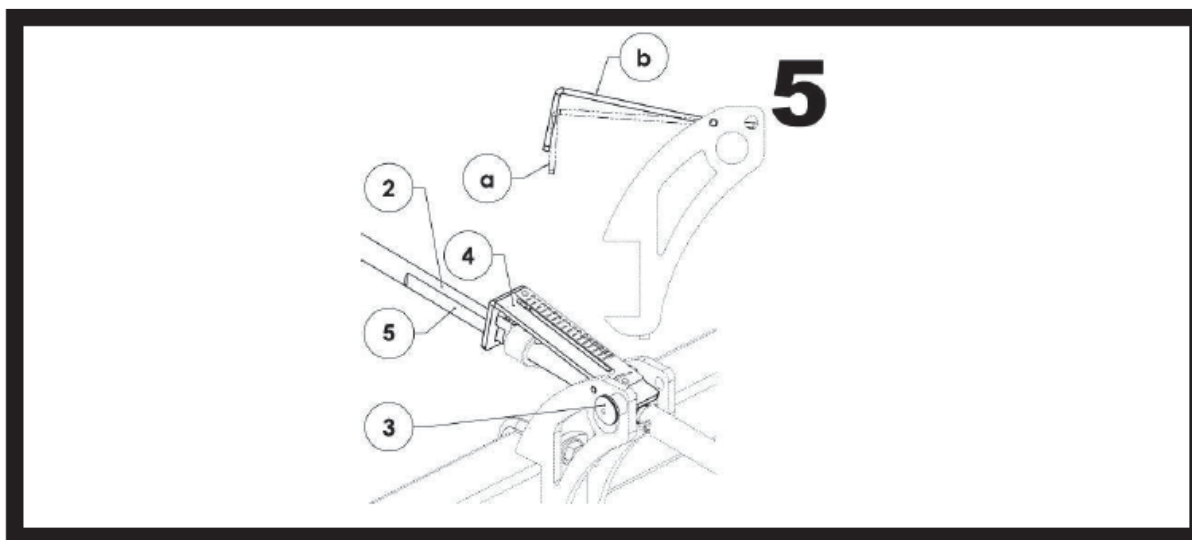

Fig. 16 Mechanisme voor de diepteregulatie
De werkdiepte wordt gereguleerd met behulp van een schroefmechanisme, voor elke werkende sectie afzonderlijk (Fig. 16) . De regulatie van de diepte houdt een verandering in van de positie van de sectie van de tanden ten opzichte van de rollers. De regulatie dient te worden uitgevoerd met behulp van een hendel.(1) (Fig. 15), die zich bevindt op een speciale plek op de standard.
Om de werkdiepte te veranderen dient men (Fig. 16):
2. De borgpen (3) te ontgrendelen.
3. De schaal (4) neer te laten tot positie „a”.
4. De hendel draaien (Fig. 16) Rechtsom draaiend in de richting van het „-” (9) teken, wordt de werkdiepte kleiner. Linksom draaiend, in de richting van het „+” (8) teken, vergroot de werkdiepte. Door de positie van de wijzer (6) te veranderen met betrekking tot de schaal (7), verandert de werkdiepte met ongeveer 1 cm.
5. Na het beëindigen van de regulatie van de as (2), dient men het vlak (5) (Fig. 16) verticaal te plaatsen.
6. De borgpen (3) te ontgrendelen en de schaal (4) omhoog brengen naar positie „b” (Fig. 16). De veiligheidspen zal automatisch dichtklappen.